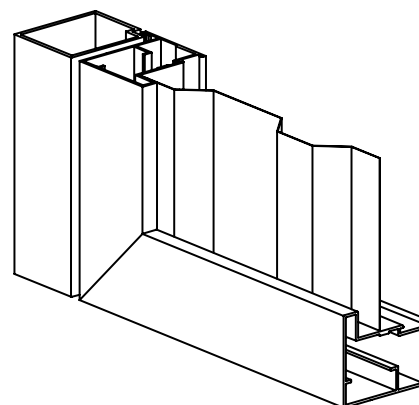

Рис. 7.6.6 – Калитка со встроенным монтажом, направлением открывания влево, наружу с вертикальным встроенным заполнением из профилированного листа:
- калитки со встроенным типом монтажа с открыванием наружу (рис. 7.6.6, 7.6.7);